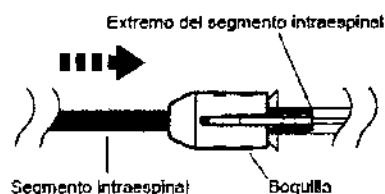

Figura 14. El extremo del segmento intraespinal ha superado la boquilla.
6. Continúe insertando el segmento intraespinal hasta que su extremo supere la boquilla. Cuando el extremo del segmento intraespinal supere la boquilla, notará un ligero aumento de la presión de avance. Continúe insertando el segmento intraespinal hasta que no avance más (Figura 14).